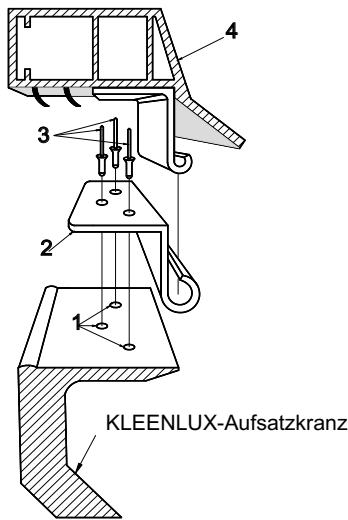
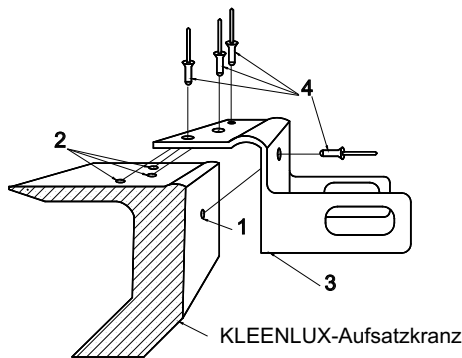

Abb. 4: Montage der unteren Scharnierteile.
Abb. 5: Montage der unteren Aufnahmekonsole.
- ⑤ Legen Sie die unteren Scharnierteile an den angezeichneten Stellen vollflächig auf den Aufsatzkranz und zeichnen die Bohrstellen am Aufsatzkranz an.
- ⑥ Durchbohren Sie die angezeichneten Stellen mit \varnothing 5mm (Abb. 4, Pos. 1) und nieten die Scharnierunterteile fest (Abb. 4, Pos. 2+3).
- ⑦ Hängen Sie den Lüfterrahmen bei einem Öffnungswinkel von ca. 130° in die unteren Scharnierteile ein (Abb. 4, Pos. 4) und schließen diesen.
- ⑧ Schieben Sie die untere Aufnahmekonsole zwischen Lüfterrahmen und Aufsatzkranz und vermitteln Sie diese unter der oberen Aufnahmekonsole.
- ⑨ Öffnen Sie den Lüfterrahmen etwas, zeichnen die Bohrstellen am Aufsatzkranz an (Abb. 5, Pos. 1+2), legen die Konsole beiseite und hängen anschließend den Lüfterrahmen wieder aus.
- ⑩ Bohren Sie an den angezeichneten Stellen Löcher mit \varnothing 5mm (Abb. 5, Pos. 1+2) und nieten die untere Aufnahmekonsole fest (Abb. 5, Pos. 3+4). Hängen Sie anschließend den Lüfterrahmen wieder ein. Achten Sie hierbei unbedingt auf ein korrektes Ineinander greifen aller Scharniere!